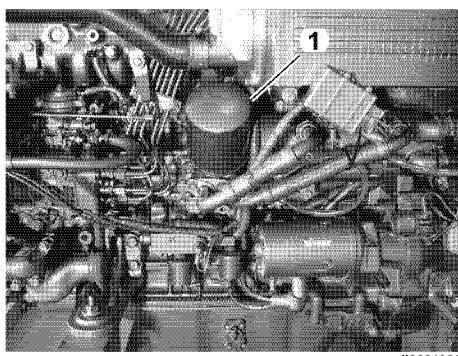

Figura 1
3. Girare il filtro dell'olio motore (1, **Figura 1**) in senso antiorario utilizzando una chiave.